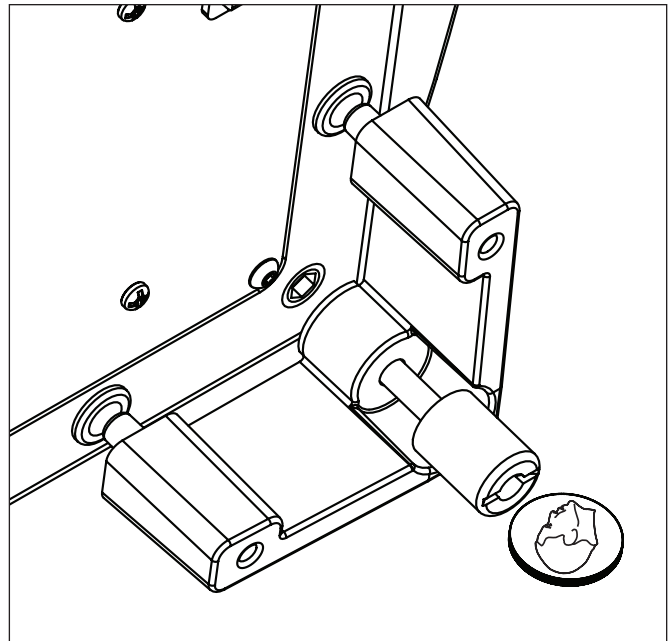

Figure 11. Pour changer l'orientation du haut-parleur, utilisez une pièce de monnaie pour dévisser les pieds, changez l'emplacement et réinstallez-les.
- 2 Placez doucement le caisson de sous-graves sur le côté. À l'aide d'une pièce de monnaie, dévissez le pied (voir figure 11).
- 4 Avec une pièce de monnaie, réinstallez la pièce (voir figure 11).